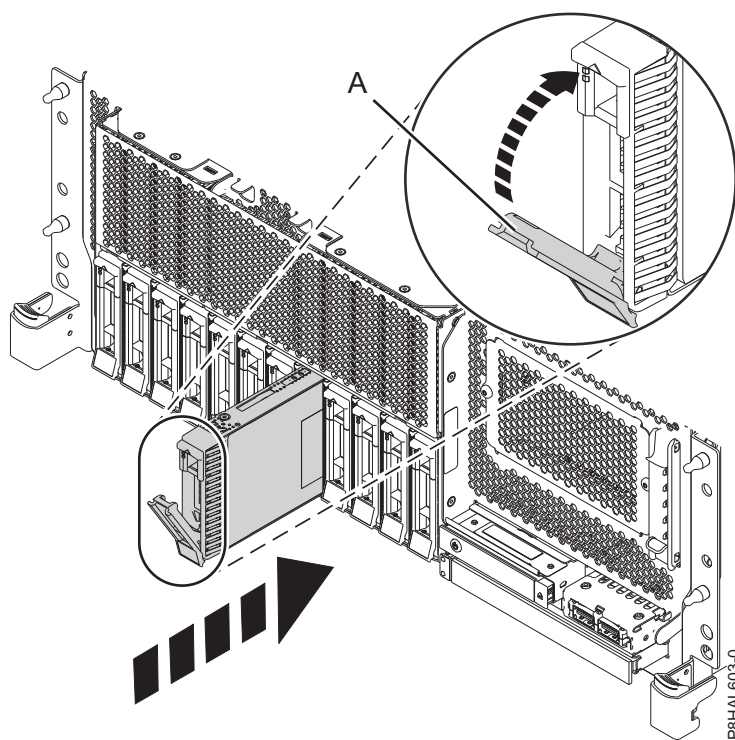
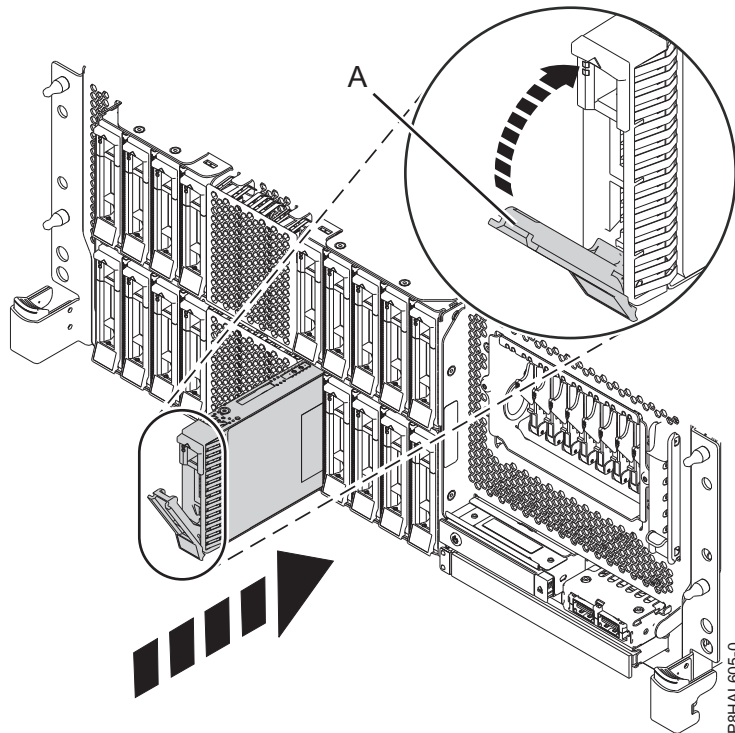
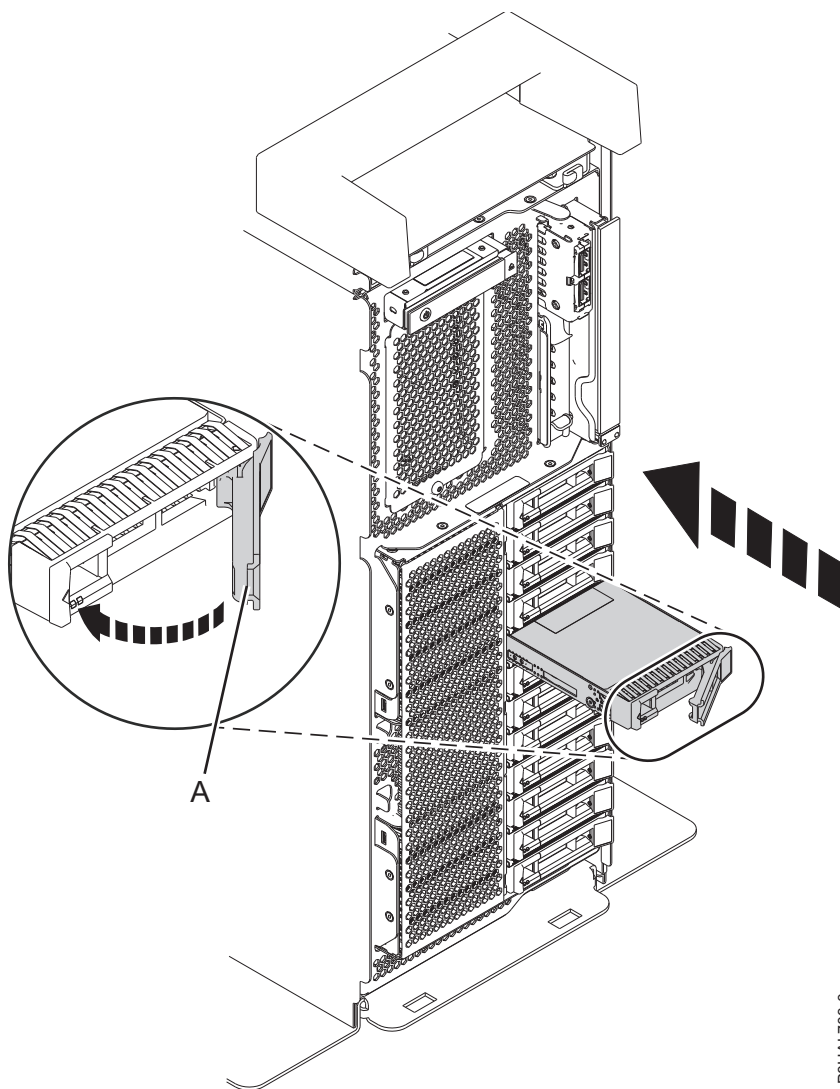
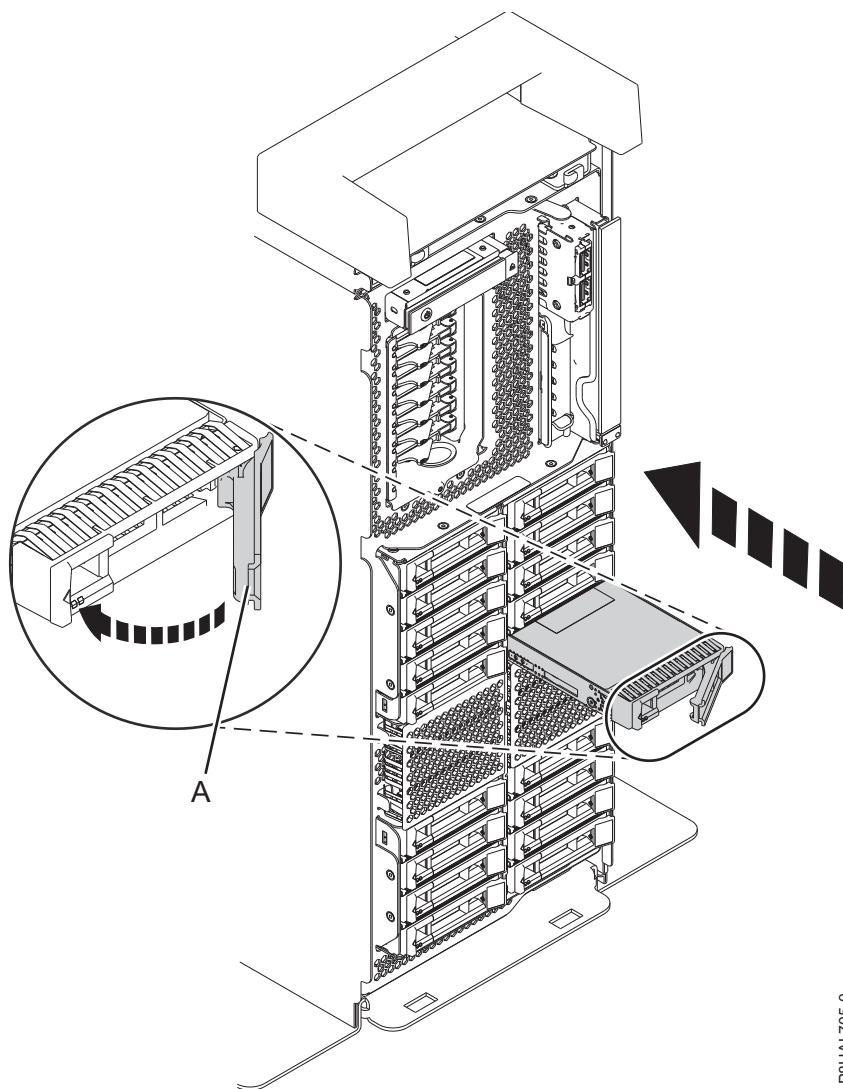

Figura 6. Instalar uma unidade de disco num sistema de função base montado em bastidor
Figura 7. Instalar uma unidade de disco num sistema de função expandida montado em bastidor
Figura 8. Instalar uma unidade de disco num sistema de função base autónomo
Figura 9. Instalar uma unidade de disco num sistema de função expandida autónomo
3. Desbloqueie a pega do compartimento de unidade **(A)** apertando-a e puxando-a para fora. Se a pega não estiver completamente fora, a unidade não deslizará para dentro do sistema. Consulte Figura 6 na página 9, Figura 7 na página 9, Figura 8 na página 10 e Figura 9 na página 11.
5. Faça deslizar a unidade completamente para dentro do sistema e empurre a pega do compartimento de unidade **(A)** até bloquear, como é apresentado na Figura 6 na página 9, Figura 7 na página 9, Figura 8 na página 10 e Figura 9 na página 11.